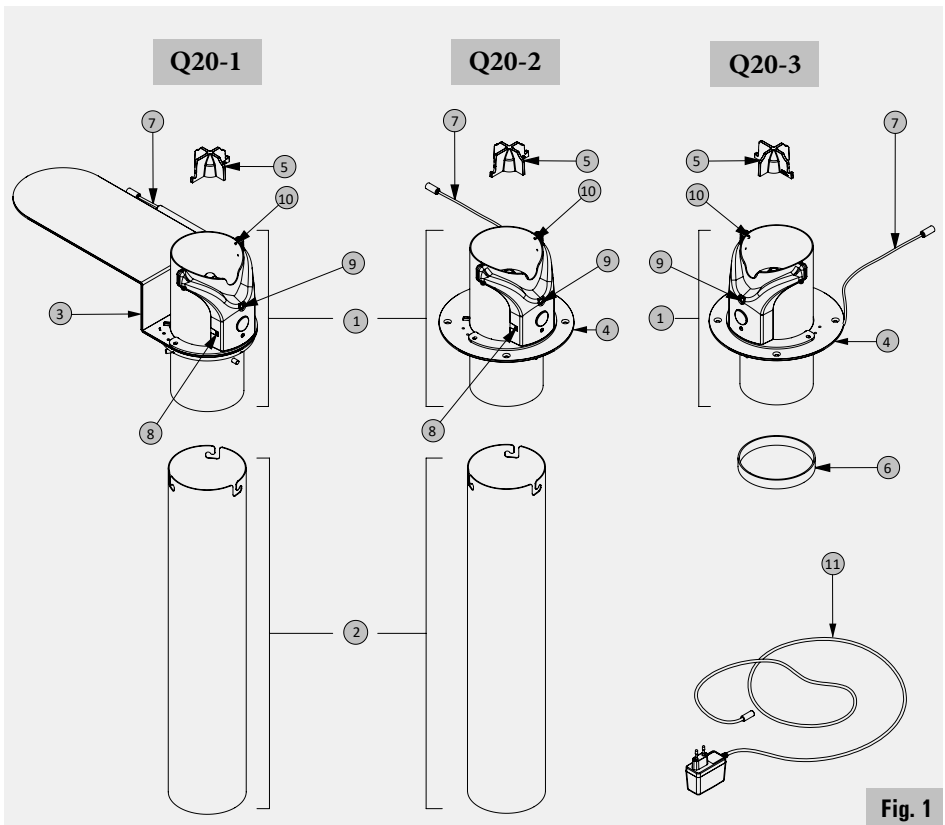

Fig. 1
Componenti principali (Fig.1)
5. Prima di collegare la spina alla presa accertarsi che il l'interruttore ON-OFF (Fig.1) sia in posizione "0" di spento.